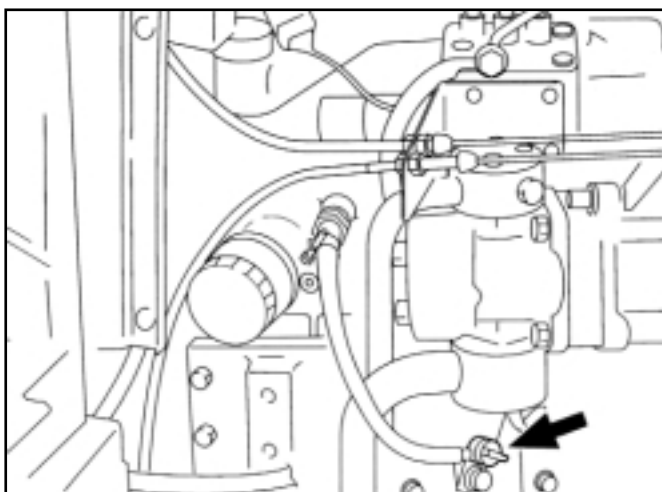

FIG. 108 / ABB. 108 / FIG. 108
3. Enlevez le bouchon de vidange du bloc-cylindres (Fig. 108). Veillez à ce que les trous de vidange NE se bouchent PAS pendant la vidange.
3. Die Ablassschraube aus dem Zylinderblock (Abb. 108) herausdrehen. Sicherstellen, daß die Ablassöffnungen beim Ablassen nicht verstopfen.
3. Schroef de aftapdop van het cilinderblok (Fig.108) los. Zorg dat de aftappunten **NIET** geblokkeerd raken bij het aftappen.